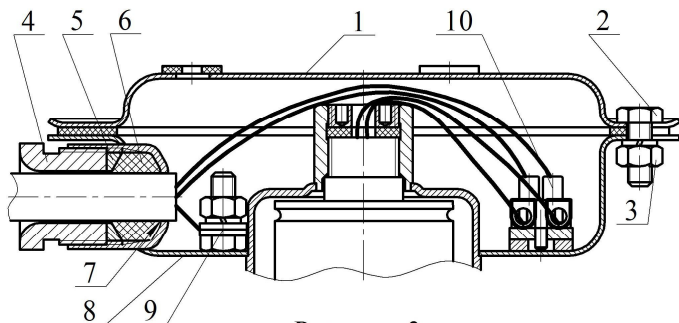

Рисунок 3
2.1.2 Произвести монтаж вводной коробки МПП (см. рисунок 3) в следующей последовательности.